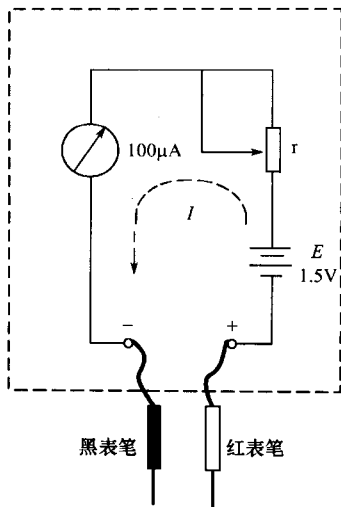
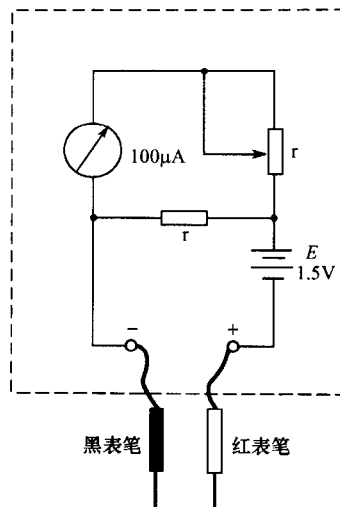

图 1-1 万用表欧姆挡等效电路
图 1-2 万用表欧姆挡测量挡位扩展原理
①万用表欧姆挡等效电路如图 1-1 所示。图中 E 为表内电源(一般基本挡使用一节 1.5V 的电池), r 为万用表等效内阻, I 为被测回路中的实际电流。由图可知万用表正端的表笔(一般习惯用红色表笔)对应表内电源的负极,而负端的表笔(一般习惯用黑色表笔)对应于表内电源的正极。
②万用表表面欧姆挡的刻度尺的中央刻度值称为万用表欧姆挡的“中值电阻”,它即为万用表欧姆挡的等效内阻。
③一般万用表以 $R \times 1k$ 挡作为基本挡。这时表内电源(电池)为 1.5V,为满足测量小电阻的需要,在基本挡的基础上增设电阻 r' ,如图 1-2 所示。这样,使流经表头的电流值所表征的被测电阻值变小了,或者说仪表的等效内阻(中值电阻)变小了,能够输出的测量电流变大了。一般万用表 $R \times 100$, $R \times 10$, $R \times 1$ 挡级的中值电阻较之基本挡依次递减 10 倍;为满足测量大电阻的需要,一般是采用提高电源电压 E ,同时加大 r 值的方法,